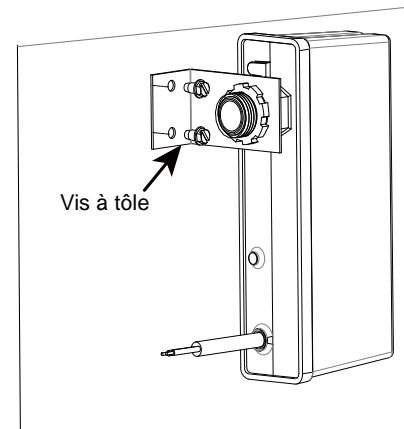

Figure 2. Montage du Compressor Defender™ dans le condenseur.
**REMARQUE :** Pour installer le *Compressor Defender™* à l'intérieur d'un condenseur, percer deux trous dans la tôle puis placer l'attache en L du *Compressor Defender™* sur les trous et la fixer avec les deux vis à tôle fournies par le client. Voir Figure 2.